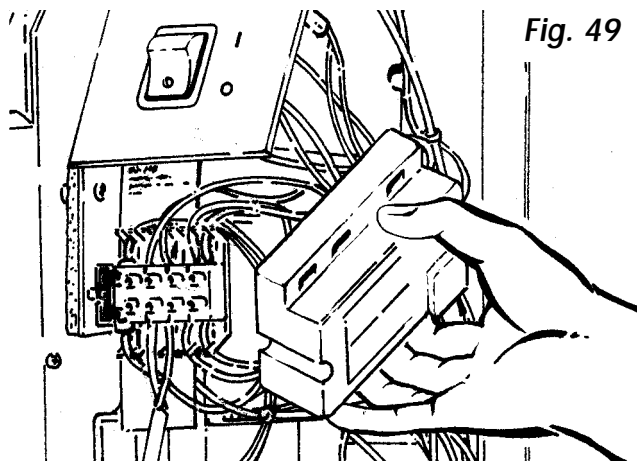

Fig. 49
- Sostituire integralmente la centralina elettronica di controllo, facendo attenzione a non errare nel riallacciamento dei cablaggi (**Fig. 49**).